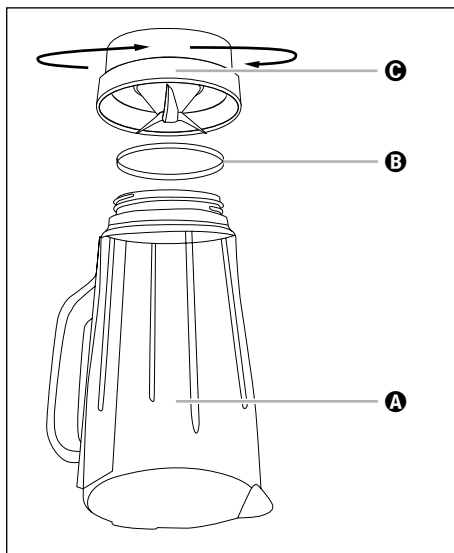

Bild 4
- 2) Vänd på produkten och vrid mixerbehållarens ③ plastdel Ⓒ motsols tills den lossar från mixerbehållarens ③ glaskanna Ⓐ (se bild 4).